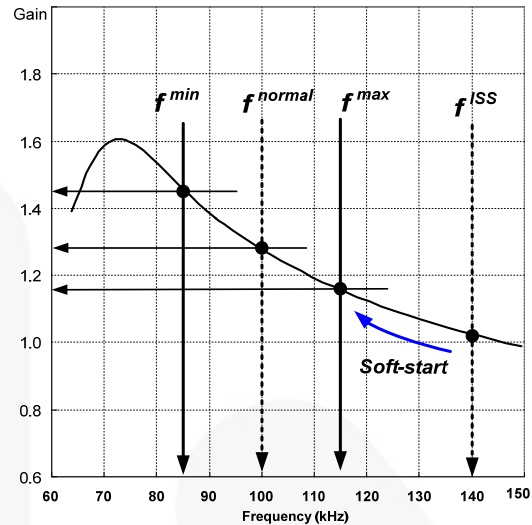
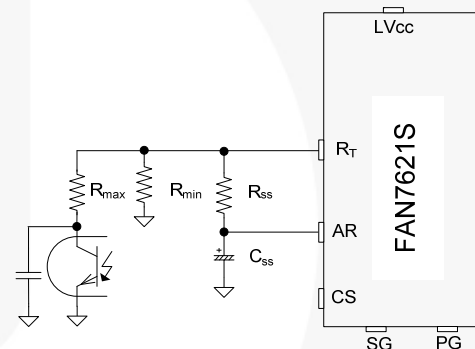
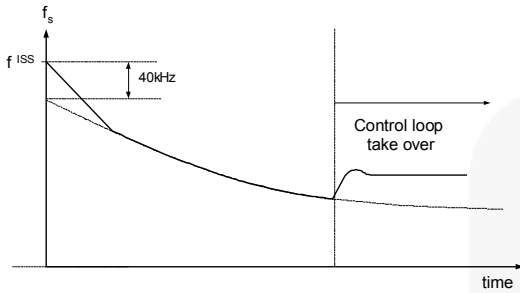

图 17. 谐振转换器典型增益曲线
图 18. 频率控制电路
图 19. 软启动的频率扫描
3. 频率设置：图 17 显示谐振转换器的典型电压增益曲线，其中增益与 ZVS 区中的开关频率成反比。输出电压可通过调制开关频率来调节。图 18 显示 R_T 引脚的典型电路配置，其中光电耦合器电阻连接至 R_T 引脚以调制开关频率。
为了防止在启动阶段，冲击电流过大，输出电压过冲，需要逐渐增加该谐振转换器的电压增益。由于谐振转换器的电压增益与开关频率成反比，因此通过从初始高频率 (f^{SS}) 向下扫描开关频率直至建立输出电压，来实施软启动。通过在 R_T 引脚上连接 R-C 串联网路来建立软启动电路，如图 18 所示。FAN7621S 也有一个 3ms 的内部软启动来降低初始周期过程中的电流过冲，这就向外部软启动电路的初始频率中增加了 40kHz，如图 19 所示。软启动的初始频率由下式给出：